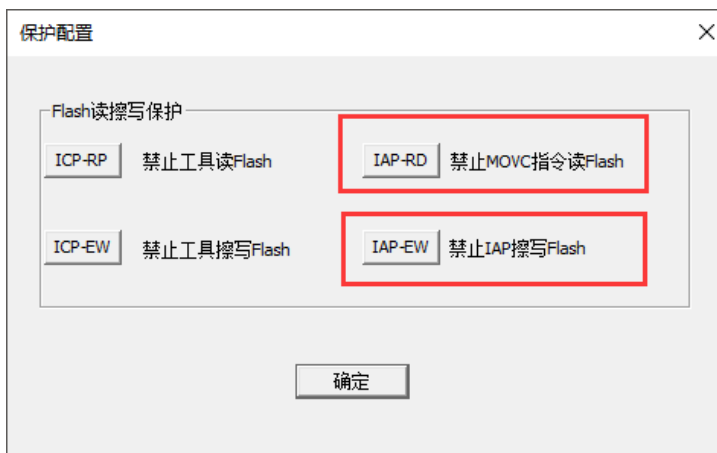

图 2-4
- 4、分别打开 IAP-RD 以及 IAP-EW 选项卡 (如图 2-4)